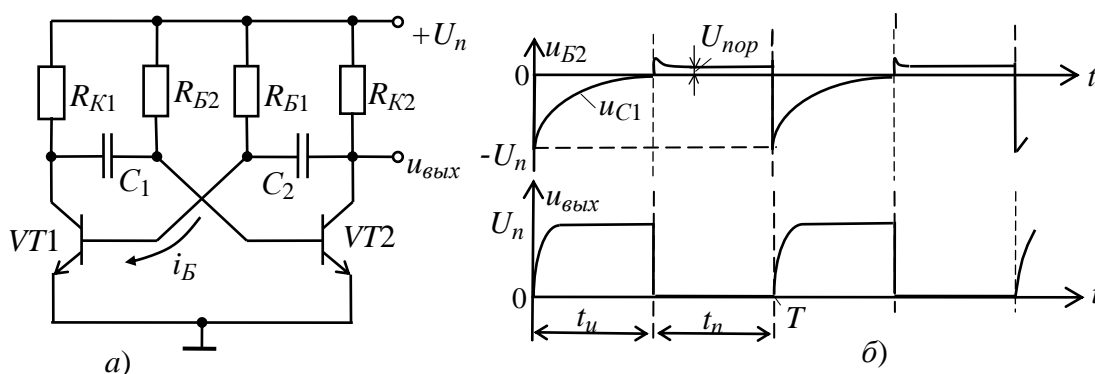

Рис. 5.1
4. Укажите **частоту** колебаний выходного напряжения схемы (см. рис. 5.1, а), если $R_{B1} = R_{B2} = R_B = 10 \text{ кОм}$, $C_1 = C_2 = C = 10 \text{ нФ}$.